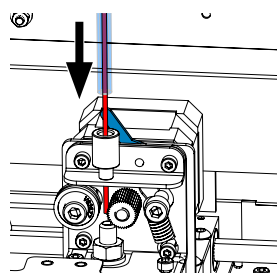

Fig. 26
- ⇒ Empuje el filamento a través de la abertura superior de la extrusora hasta que el filamento se encuentre entre las dos ruedas guía (Fig. 26).